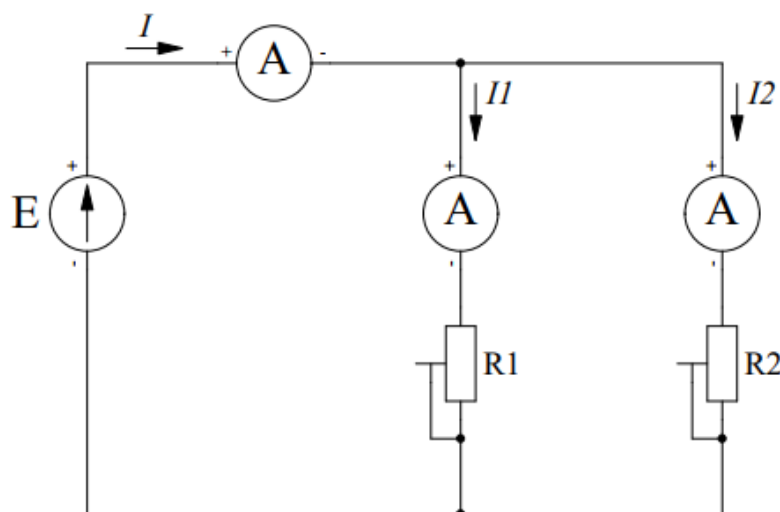

Рисунок 5
- 2.1. Соберите схему, изображенную на Рис.5.